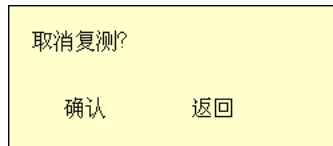

图 3.18 复测提示界面
**复测：**如果用户在测试过程中，发现某些测点因为某些原因需要重新进行测试，则可以把光标移到该测点然后进入复测状态，用户在复测状态下，不能进行数据浏览等操作，如果移动上下光标，会弹出图 3.18 所示的提示界面，提醒用户必须退出复测状态以后才可以进行其他操作。